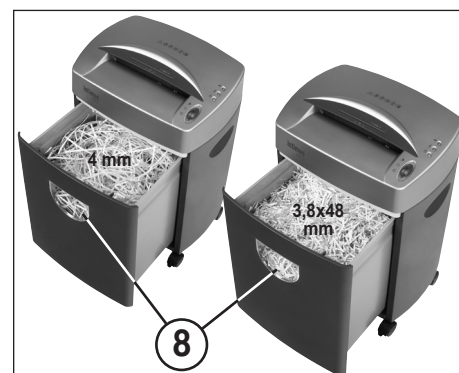

fig. 3
POUR VIDER LE RÉCIPENT (Fig. 3):
Il faut vider le récipient collecteur lorsque le matériel déchiqueté apparaît dans la fenêtre de contrôle de niveau (8) (fig. 3).